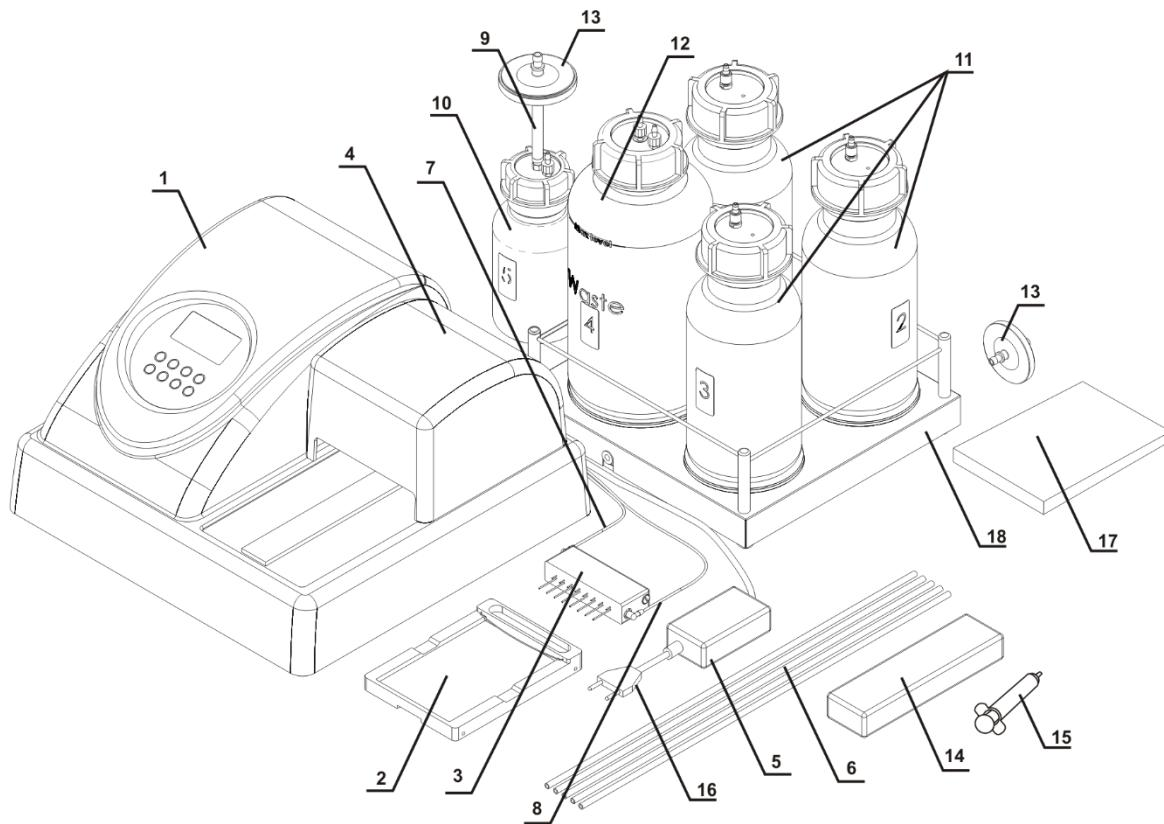
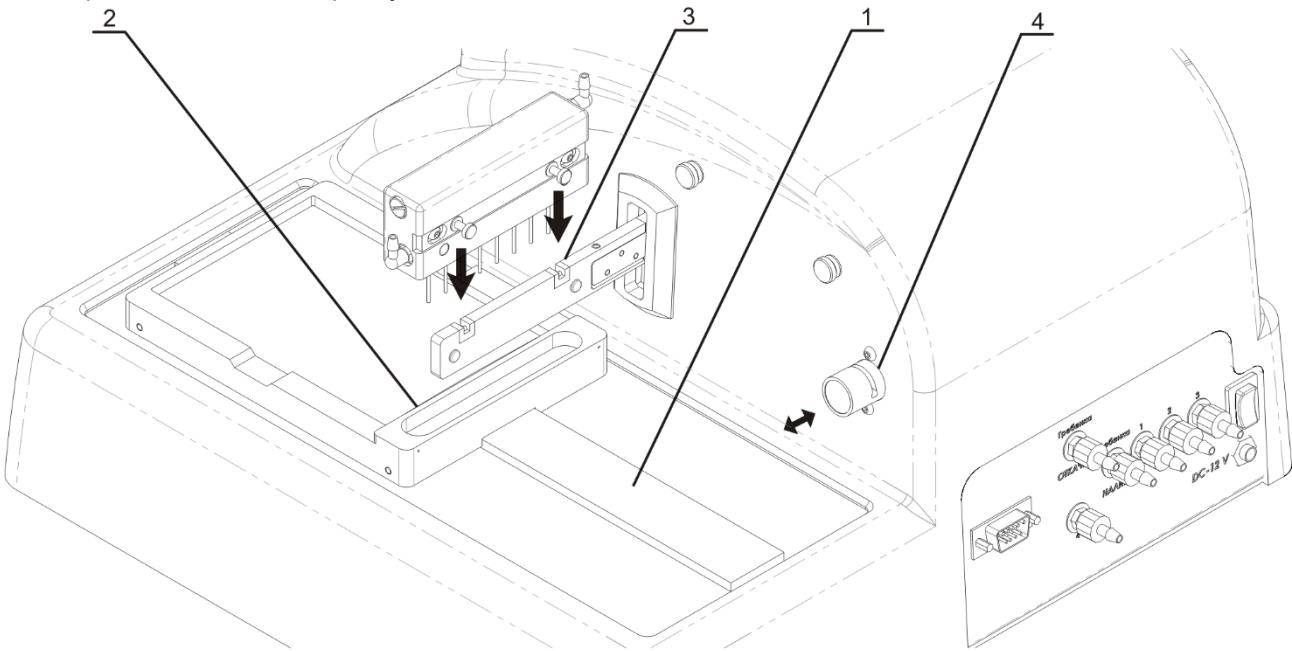
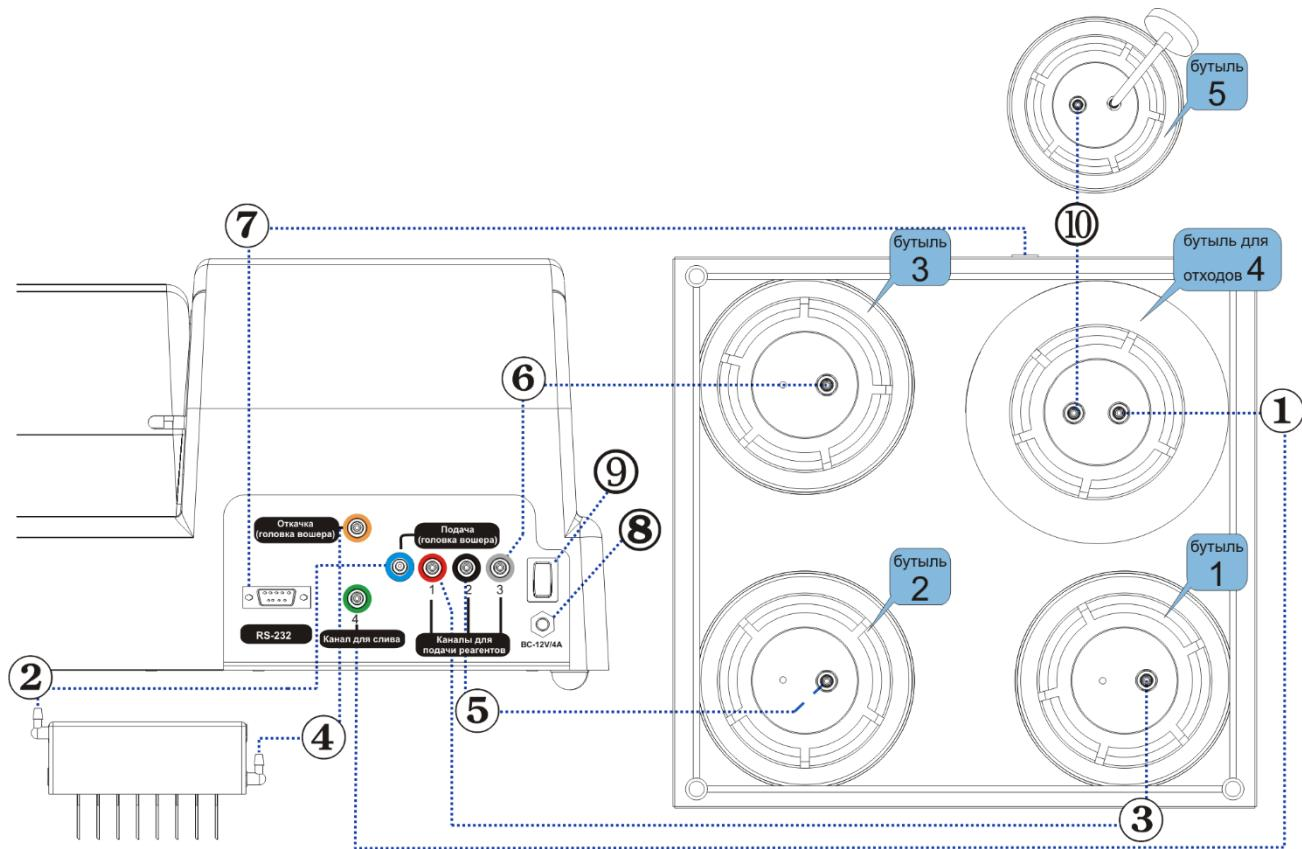

Рисунок 1. Комплектация прибора
Рисунок 2. Подготовка прибора к работе.
Рисунок 3. Диаграмма сборки
- 4.4.4. Установите каретку на рельс (рис. 2/1), расположенный на платформе прибора, так, чтобы держатель планшета (плоская пружина) был направлен к задней стенке прибора (рис. 2/2). Магнит в нижней части каретки притянет ее в исходную позицию.
- 4.4.6. Установите промывочную гребёнку в пазы держателя (рис. 2/3). Магниты в гребёнке и держателе соединят и выровняют гребёнку.
- 4.4.7. Соедините трубкой (рис. 1/7) штуцер промывочной гребенки, по которому подается жидкость, с **синим** штуцером **Подача (гребенка вощера)** на задней панели прибора (рис. 3/2).
- 4.4.8. Соедините трубкой (рис. 1/8) штуцер промывочной гребенки, по которому откачивается жидкость, с **жёлтым** штуцером **Откачка (гребенка вощера)** на задней панели прибора (рис. 3/4).
- 4.4.9. Соедините штуцер **Канал для слива** (4 – **зеленый**) на задней панели прибора трубкой со штуцером двухлитровой бутыли (под номером 4) для сбора отработанной жидкости (рис. 3/1).
- 4.4.10. На штуцер пол-литровой бутыли (под номером 5) установите трубку для гидрофобного фильтра (рис. 1/9), а на нее – гидрофобный фильтр (рис. 1/13). При установке гидрофобного фильтра его поверхность с надписью "IN" должна быть обращена к пробке бутыли (рис. 11).
- 4.4.11. Соедините бутыль для сбора отработанной жидкости с пол-литровой бутылью под номером 5 (рис. 3/10).
- 4.4.12.1 К штуцеру (1 – **красный**) (рис. 3/3) трубкой (рис. 1/6) подсоедините бутыль с буфером 1.
- 4.4.12.2 К штуцеру (2 – **черный**) (рис. 3/5) трубкой (рис. 1/6) подсоедините бутыль с буфером 2.
- 4.4.12.3 К штуцеру (3 – **белый**) (рис. 3/6) трубкой (рис. 1/6) подсоедините бутыль с буфером 3.
- 4.4.13. Установите трубку промывочной гребенки (рис. 3/2) в прорезь клапана (рис. 2/4). Нажмите на клапан по направлению стрелки и, удерживая его, немного растяните трубку, поместите ее в прорезь и отпустите клапан.
- 4.4.16. Если используется **4 CHW Logger**, четырехместный терминал контроля объема жидкости, распакуйте его и вытащите прокладки из-под чашек весов. Установите бутыли на терминал в соответствии с нумерацией. Подключите кабель RS-232 к разъему на задней панели прибора и к терминалу контроля объема жидкости (рис. 3/7).
Внимание! Перед тем как подключать прибор к сети, убедитесь, что выключатель питания (рис. 3/9) на задней панели прибора находится в положении **О** (выключено).
4.5.1. Подключите внешний блок питания к разъему (рис. 3/8) на задней панели прибора.
4.5.2. Подключите к внешнему блоку питания сетевой шнур (рис. 1/16).
- Примечание.** При использовании планшетов FastFRAME, снимите держатель планшета (рис. 2/2), а после работы верните его на место.